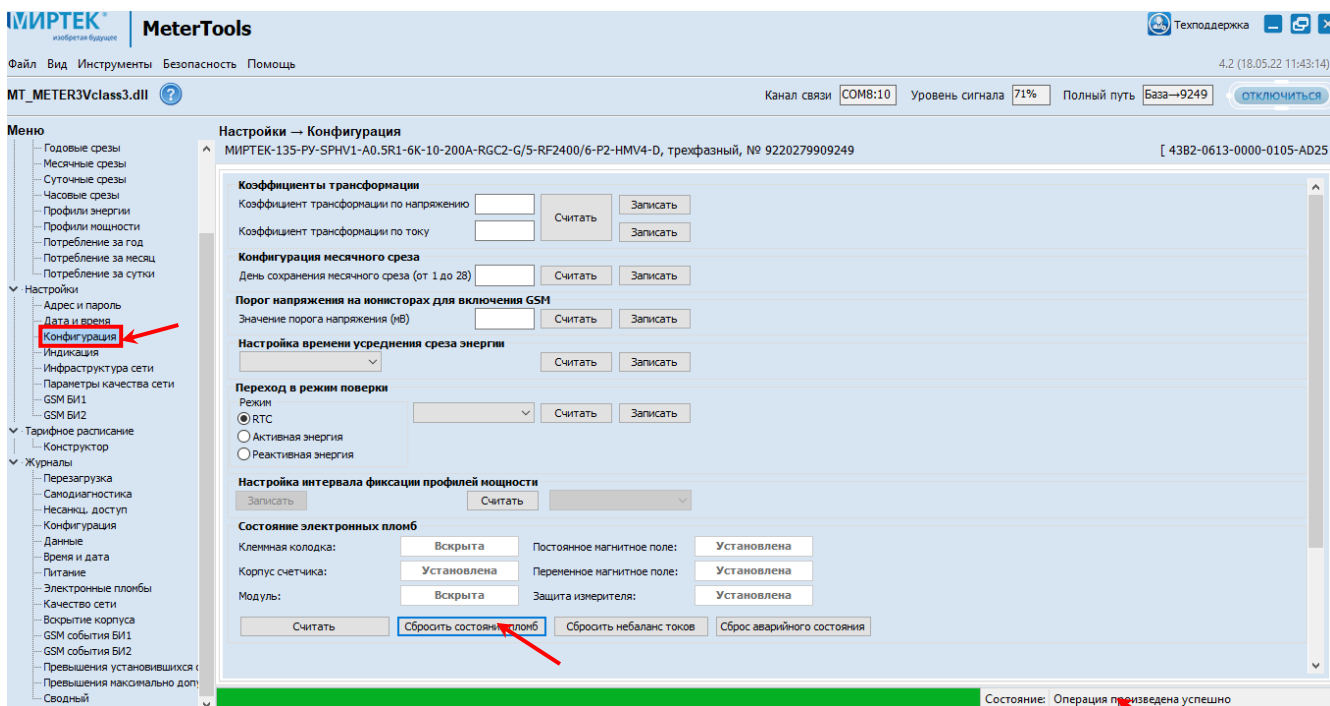

Рис. 21 – Сброс состояния электронных пломб.
5.3. Для установки электронных пломб необходимо на этой же вкладке «Конфигурация» в поле «Состояние электронных пломб» нажать кнопку «Сбросить состояние пломб» (рис. 21).